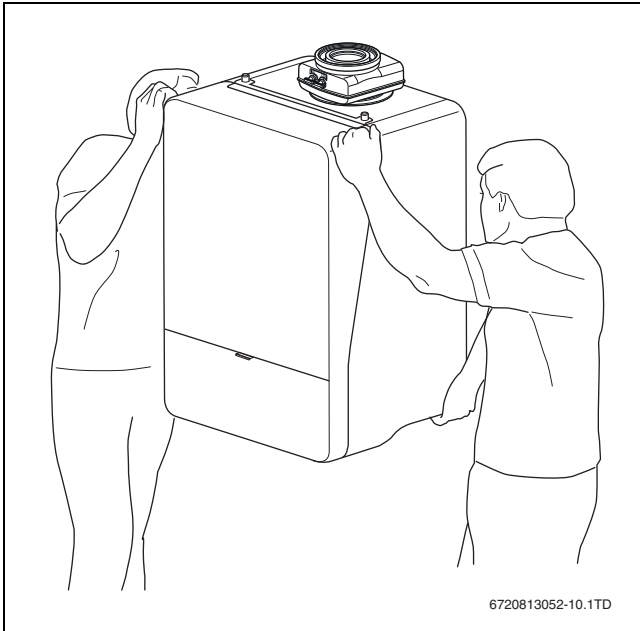

Рис. 12 Правильный подъём и переноска котла
- ▶ Берите котёл только за боковые стороны, а не за панель управления или патрубков отвода дымовых газов (→ рис. 12).